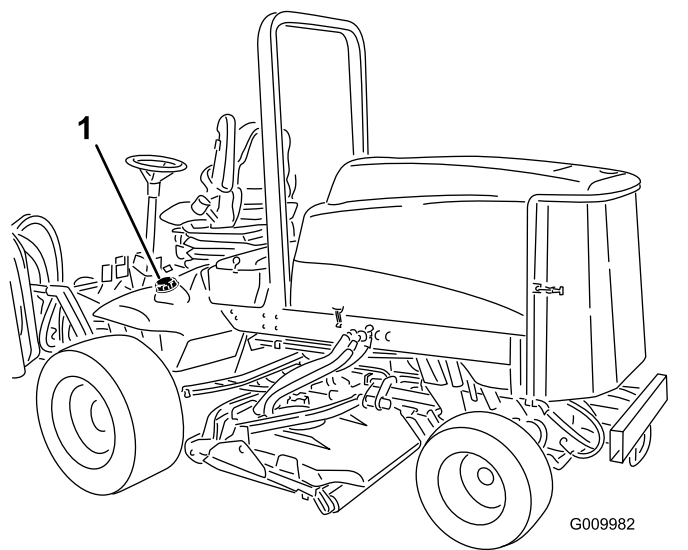

Figura 18
1. Rimuovete il tappo dal serbatoio del carburante (Figura 18).